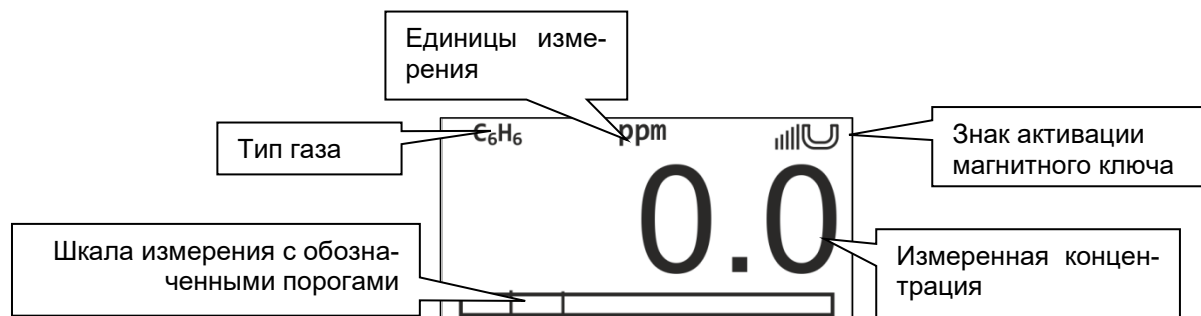

Рисунок 4— Лицевая панель AXIOM
- На лицевой панели газоанализатора расположены (рис. 4):